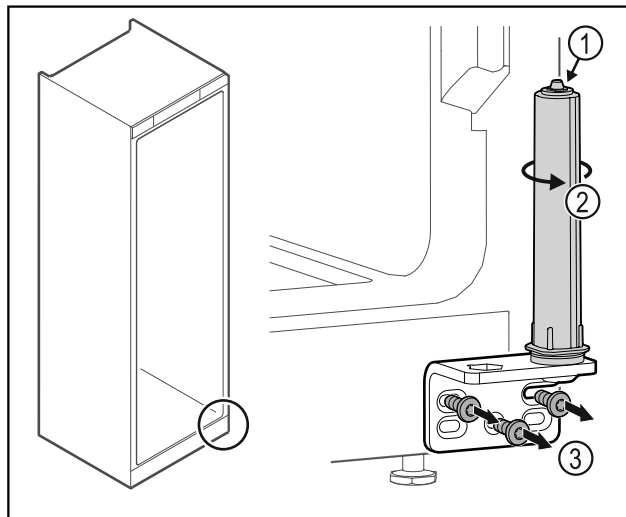

Fig. 27
- ▶ Ne szedje szét az ajtó zárrendszert Fig. 27 (1).
- ▶ Forgassa el a zárrendszert Fig. 27 (2), amíg az be nem kattan.
- ▶ Csavarozza le a csuklópántot Fig. 27 (3).